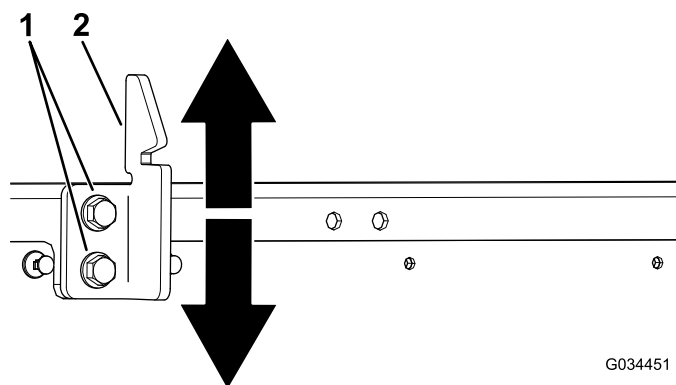

Figure 63
3. Desserrez les 2 boulons sur la gâche du loquet du plateau et montez ou descendez la gâche selon qu'elle est trop haute ou trop basse (Figure 63).
4. Serrez les 2 boulons sur la gâche du loquet du plateau de chargement (Figure 63).